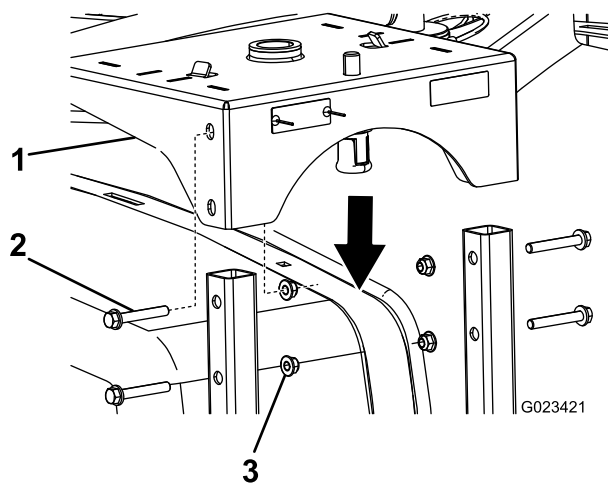

Figura 3
3. Baje la base del carrete de la manguera sobre los bastidores del carrete de la manguera, y sujételos con 4 pernos largos (3/8 pulgada) y 4 tuercas con arandela prensada (3/8 pulgada), según se muestra en Figura 3.